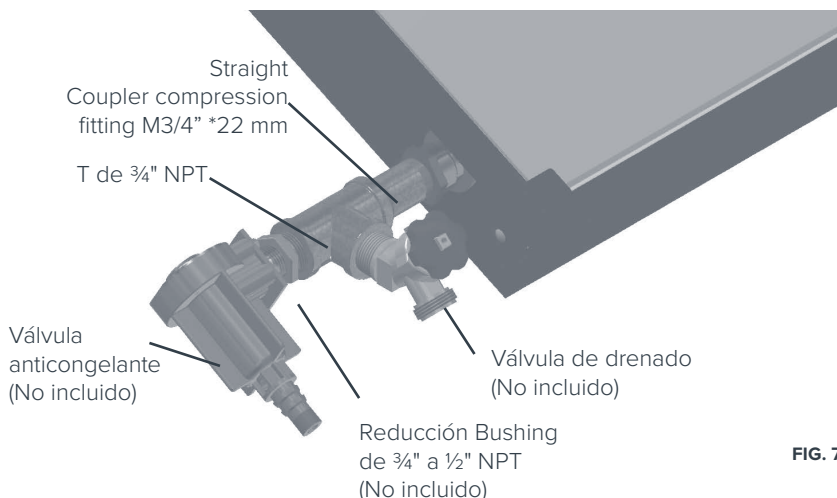

FIG. 7
* La válvula de anticongelamiento no incluida recomienda es: Válvula anticongelamiento INVS (código: 50202041223) **Ver Fig. 7.**
* Válvula anticongelante de ½" INVS. Ver Fig. 7.